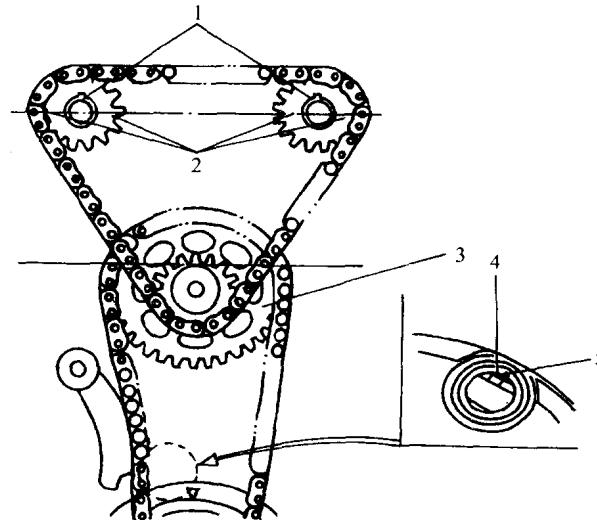

图 1-9 本田 CBX125F 配气机构配气正时的安装
(2) 单缸机型的双顶置凸轮轴式配气机构配气正时的安装方法(以本田 CBX125F 为例)。将磁电机飞轮上的“T”刻线对准左曲轴箱盖的检查孔上的标记, 同时也使正时从动链轮上的定位销槽朝上, 且正时从动链轮上的 2 个短刻线与凸轮轴轴承座孔的剖分面重合(图 1-9), 再将时规链条装入正时从动链轮上, 这样即可保证配气正时。